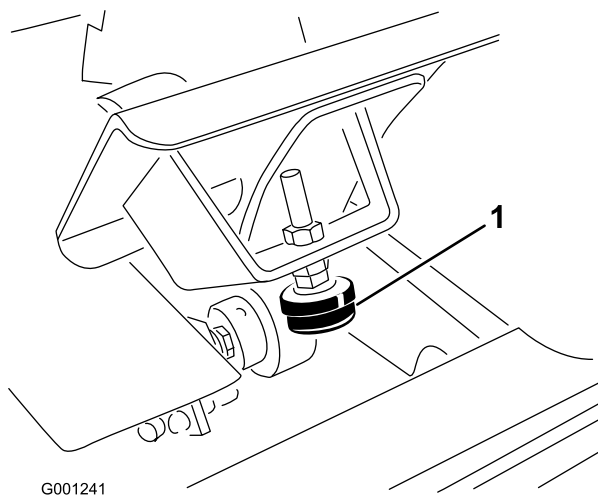

Bild 66
- Prüfen Sie die Einstellung des Anschlages des Fahrpedals. Der Pedalanschlag (Bild 66) sollte den Rahmen leicht berühren, bevor die Pumpe den ganzen Hub durchlaufen hat.